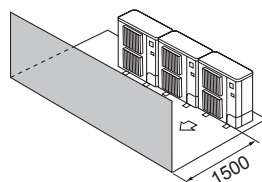

Fig. 2-14
- ③ Enbart hinder på framsidan (Fig. 2-14)